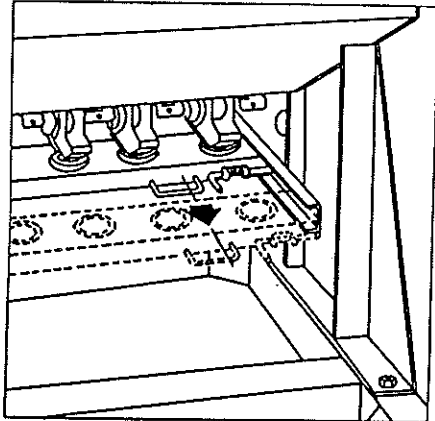

Fig. 1
- Modifier l'ouverture inférieure de la trappe selon la semence (Fig. 1,2 et 3)